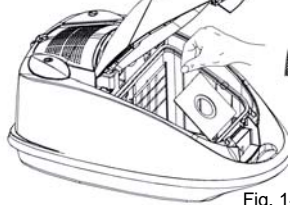

Fig. 14
2. Presione el botón para Abrir la tapa de la bolsa y quite a tapa. (Fig. 14)
3. Saque la bolsa de tierra HEPA de la ranura de soporte sin dejar que la tierra se salga de la bolsa. (Fig. 14)